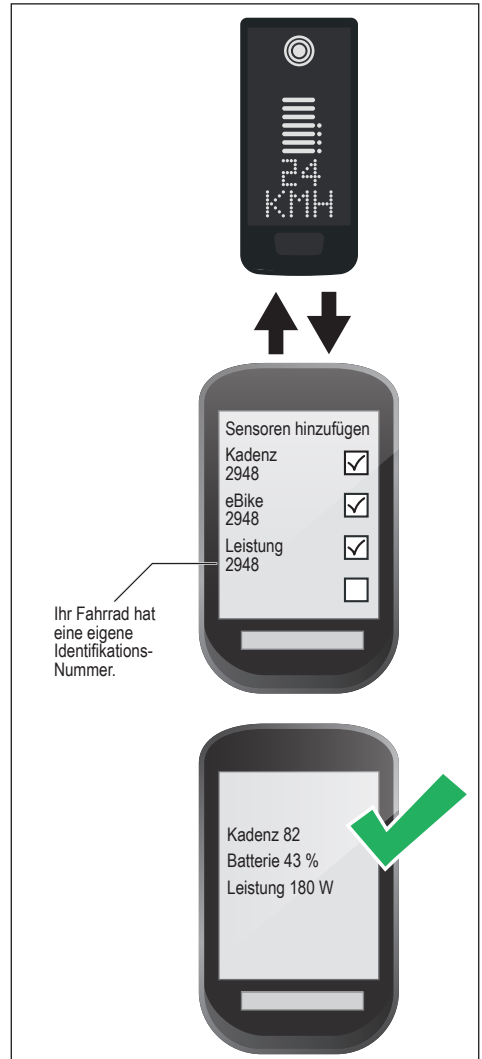

Abb. 8: Verbindung E-Bike zu Fahrradcomputer
- Wählen Sie mindestens einen der drei dargestellten Sensoren (siehe Abb. 8) aus.